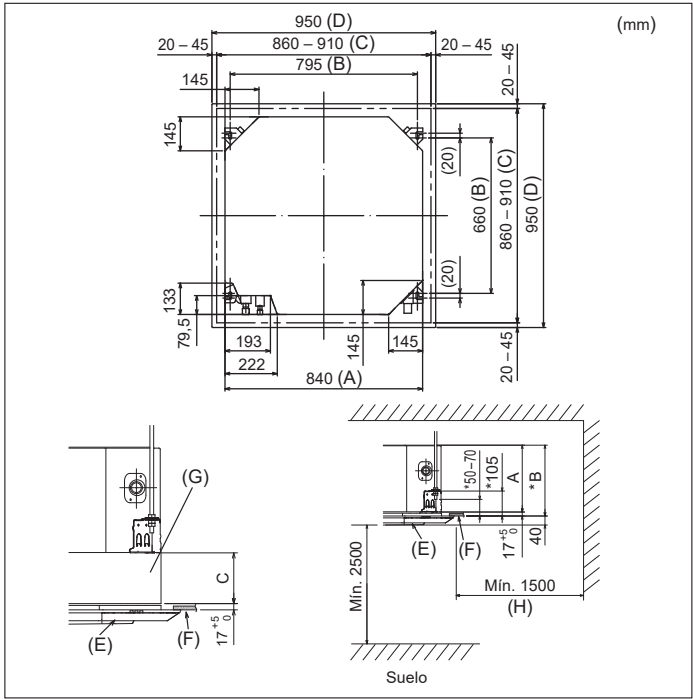

Fig. 3-2
3.2. Apertura del techo y ubicación de los tornillos de suspensión (Fig. 3-2)
- Las dimensiones de la apertura del techo pueden ajustarse dentro de los valores indicados en la Fig. 3-2; centre la unidad principal en la apertura asegurándose de que los lados opuestos respectivos alrededor de la apertura sean idénticos.
Suspenda la unidad principal como muestra el diagrama. Las cifras indicadas entre paréntesis representan las dimensiones en caso de instalación de la caja multifuncional opcional y Plasma Quad Connect. (Consulte las medidas en la Fig. 3-2).